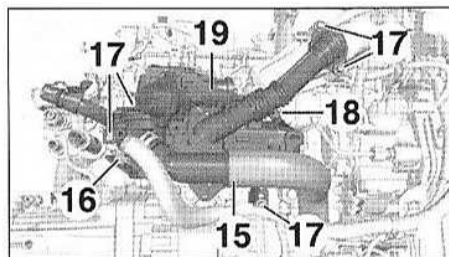
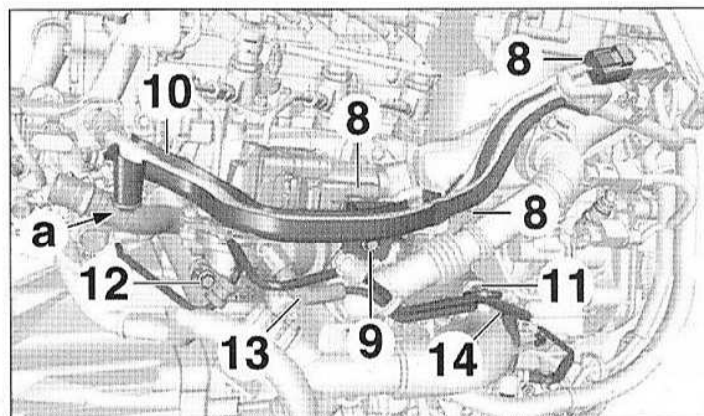

FIG.96
FIG.95
- les connecteurs (8) (Fig.95).
- Déposer la vis (9), dégrafer en (a) puis écarter le guide (10) du faisceau électrique.
- l'agrafe (11),
- la vis (12).
- Débrancher le raccord (13).
- Ecarter les canalisations (14) du circuit de dépression.
- Débrancher la durite (15) (Fig.96).
- l'agrafe (16) et écarter le faisceau électrique,
- les vis (17),
- l'écrou (18),
- le module de recyclage des gaz d'échappement (19).